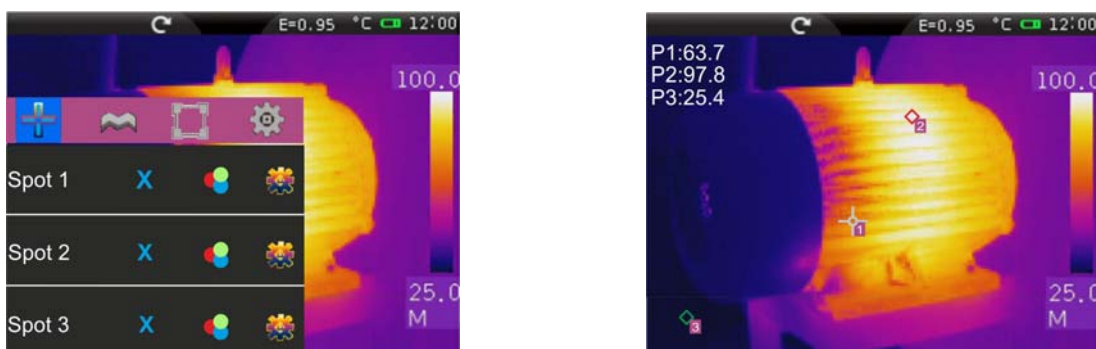

Abb. 21: Einstellung der Messcursors
3. In Manuellem Modus nimmt der Cursor die Form mit Identifikationsnummer "1", "2" oder "3" und das Label "P1", "P2" oder "P3" erscheint an der oberen linken Ecke des Displays zusammen mit dem assoziierten Temperaturwert. Der Cursor wird rot wenn er ausgewählt ist und kann auf dem Bild bewegt werden. Er ist weiß, wenn er fest auf dem Bild steht (siehe Abb. 21).